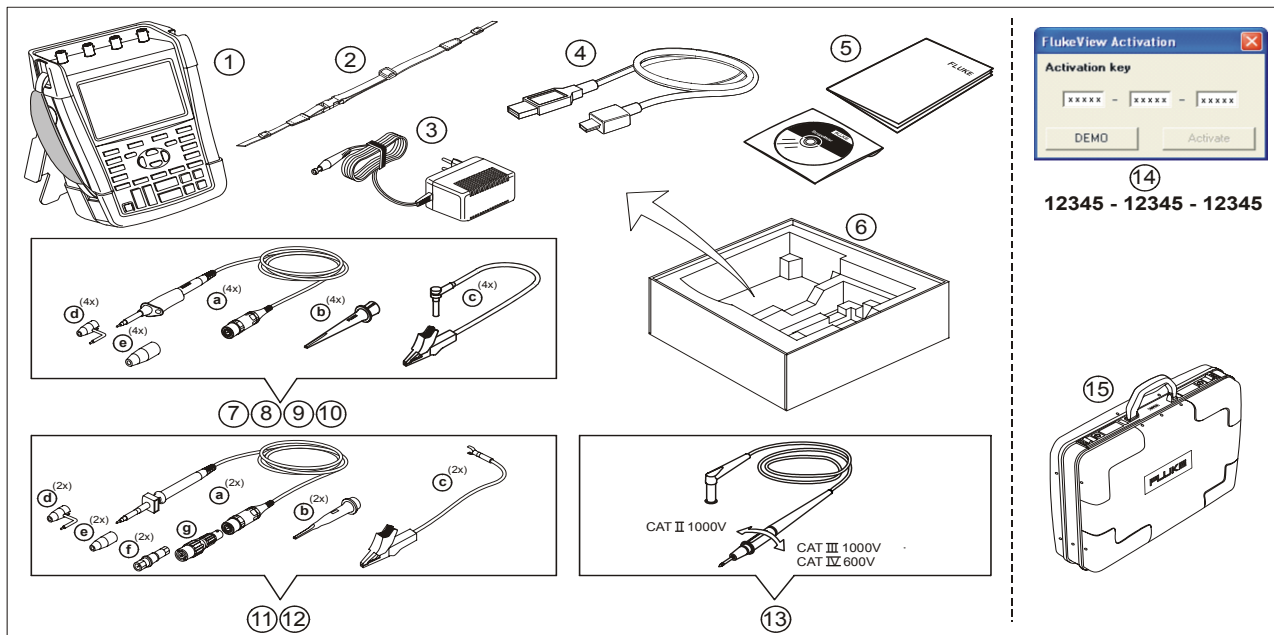

Figura 1 . Kit del instrumento de medida ScopeMeter
- **No conecte el muelle de puesta a tierra (figura 1, elemento d) a tensiones pico superiores a 42 V (30 Vrms) respecto a la puesta a tierra.**